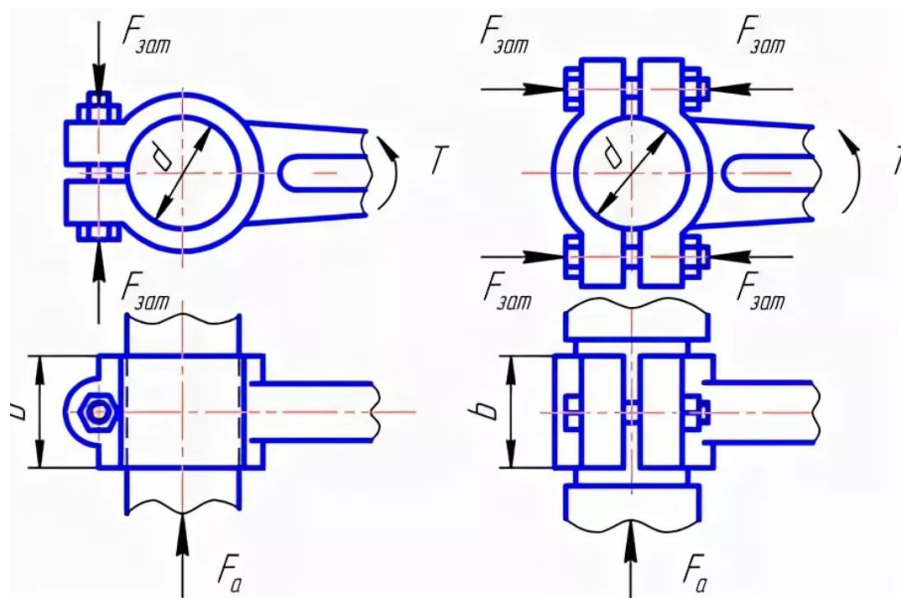

Рисунок 2.11. Примеры клеммовых соединений
**Иллюстрации.** Рисунки в тексте размещаются ближе к первой ссылке. Подрисуночные подписи набираются кеглем 13, без точки на конце подписи. Нумерация иллюстраций пораздельная и состоит из номера раздела и порядкового номера иллюстрации, разделенных точкой (например, Рис.2.11). Подпись к иллюстрации может содержать экспликацию (расшифровку условных обозначений).